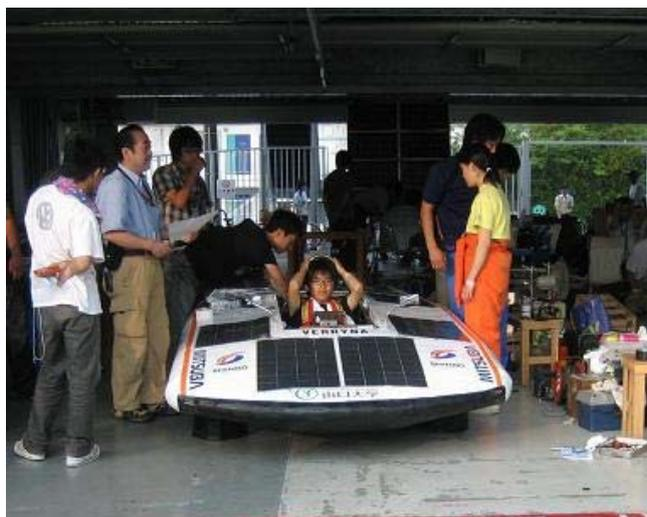

図1 DreamCup ソーラーカーレース鈴鹿
1. バッテリーをメインフレームの横に配置することでドライバーはより寝る姿勢が取れるようになり、その結果シャーシの高さを 290mm (05 年は 330mm) まで減少させた (図 1)。その他 A アームの上下ブラケットの間隔をより狭くすることでボディの両端を絞る。